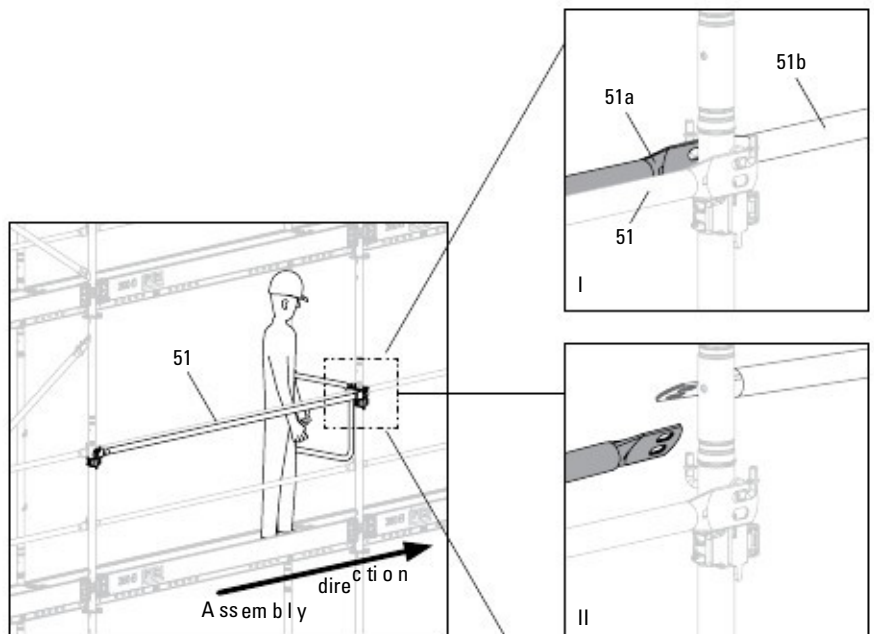

Fig. B8.01a
4. Променете реда на монтиране на предпазните парапети (51a, 51б) така, че паразетът (51a), който трябва да се демонтира, да виси свободно. (Fig. B8.01a)
5. Демонтирайте още веднъж временния паразет (51) и свързките за паразет.